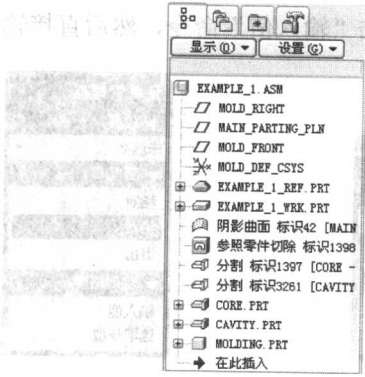

图 1-16 设置后的模型树
② 在该对话框中，选中“特征”、“放置文件夹”、“注释”等项目的复选框，然后单击对话框底部的 **确定** 按钮，退出对话框。此时，在模型树中将显示“特征”、“放置文件夹”、“注释”等项目，如图 1-16 所示。